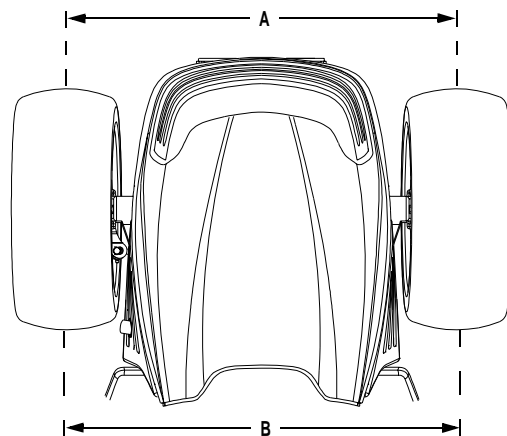

Figure 30
- Mesurez et notez la distance «A» entre les deux repères. Voir la Figure 30.
- Faites avancer ou reculer le tracteur jusqu'à ce que les deux repères se retrouvent de nouveau à hauteur du centre des roues, mais à l'arrière cette fois. Mesurez et notez la distance «B» entre les deux repères. Voir la Figure 30.